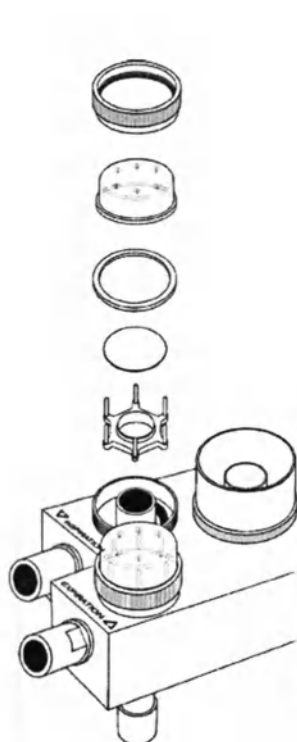

рис.28
- Детали дыхательного контура отсоединяются и разбираются по необходимости – см. рис. 28, 29.
- инспираторный клапан /4 рис. 12/ и экспираторный клапан /5/- рис.12 разберите отвинчиванием накидной гайки с накаткой – осторожно с мембраной, которая находится в седле клапана, чтобы не повредилась – см. рис. 28